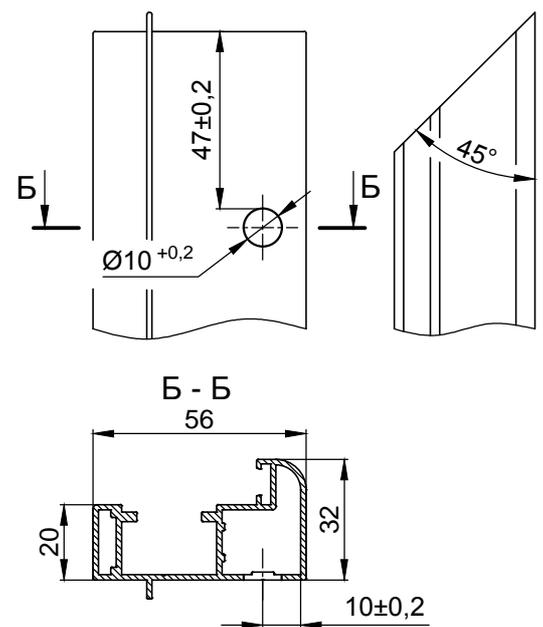

Рис. 7.3.2
1. Выполнить отверстия в косяках и притолоке (см. рис. 7.3.2) с помощью кондуктора ПК418;